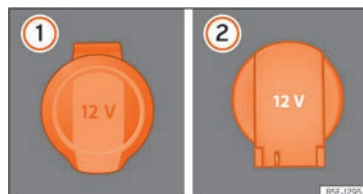

Fig. 148 Toma de corriente de 12 voltios: ① en el interior del reposabrazos delantero, ② en el maletero.
- Eleve la tapa de la toma de corriente »» fig. 148 ①.
- Eleve la tapa de la toma de corriente »» fig. 148 ②.